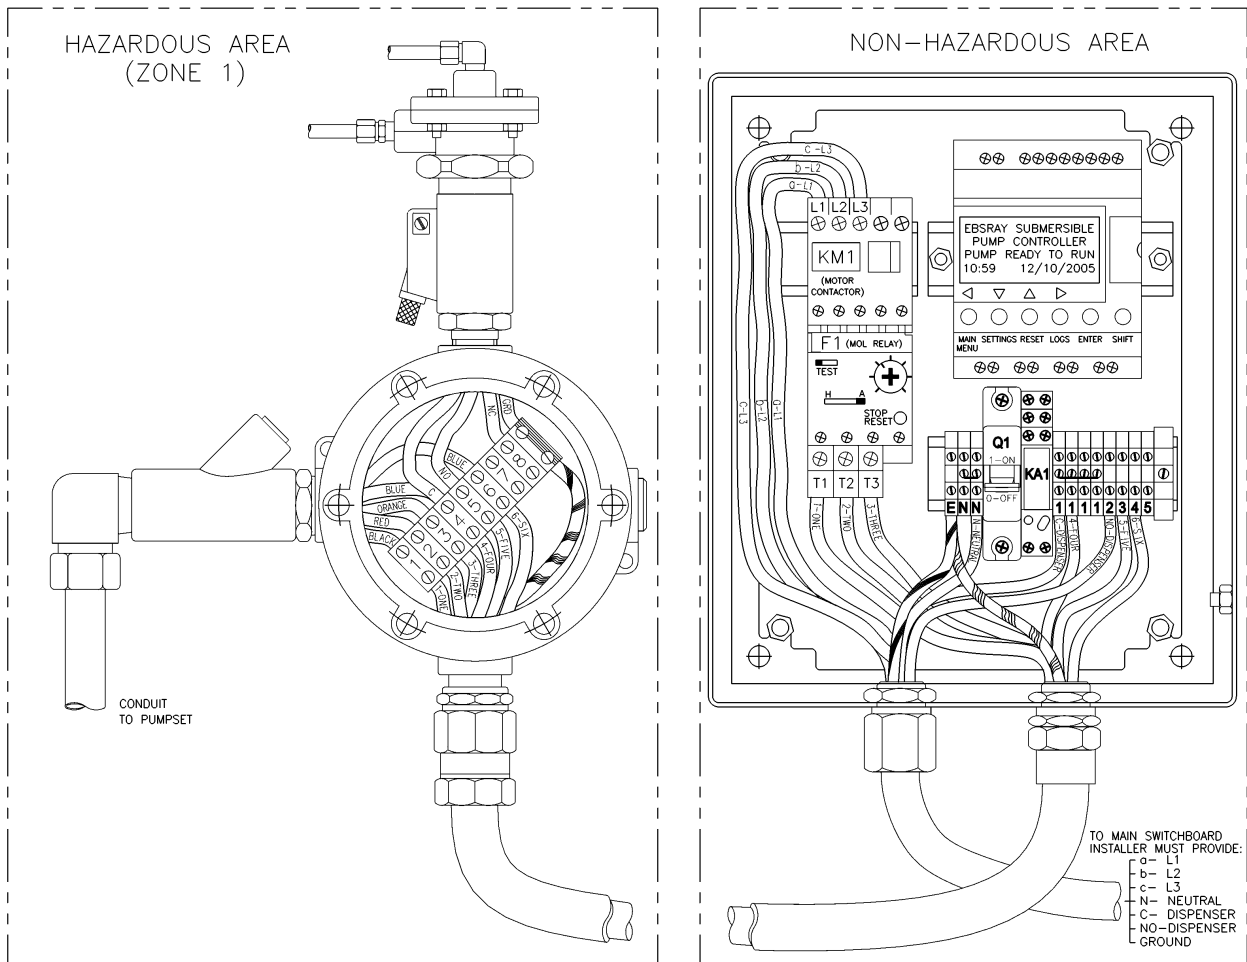

Ilustración 9
Las conexiones eléctricas normales se muestran en los diagramas anexos de la Ilustración 9 y el Apéndice C. Los elementos suministrados por EBSRAY son aptos para su utilización en las áreas previstas especificadas. Asegúrese de que los equipos de sustitución de terceros cuenten con la certificación adecuada y/o resulten apropiados para el uso y la ubicación previstos. A continuación, se ofrece una breve descripción de la instalación del cableado eléctrico.
4. Conecte los hilos del cable a la regleta de terminales de la caja de conexiones (véase la Ilustración 9) y a continuación, coloque de nuevo la tapa de la caja de conexiones y la junta.
6. El cableado de la caja de conexiones está conectado al controlador de la bomba de la siguiente forma: Los hilos uno (1), dos (2) y tres (3) están conectados a los terminales T1, T2 y T3 respectivamente en el relé de sobrecarga del motor. Los hilos cuatro (4), cinco (5) y seis (6) se conectan a los terminales uno (1), tres (3) y cuatro (4) respectivamente en la regleta de terminales del controlador de la bomba (otros hilos adicionales que no se utilicen, se deberán tapar con cinta aislante). El hilo de masa está conectado al terminal de tierra.